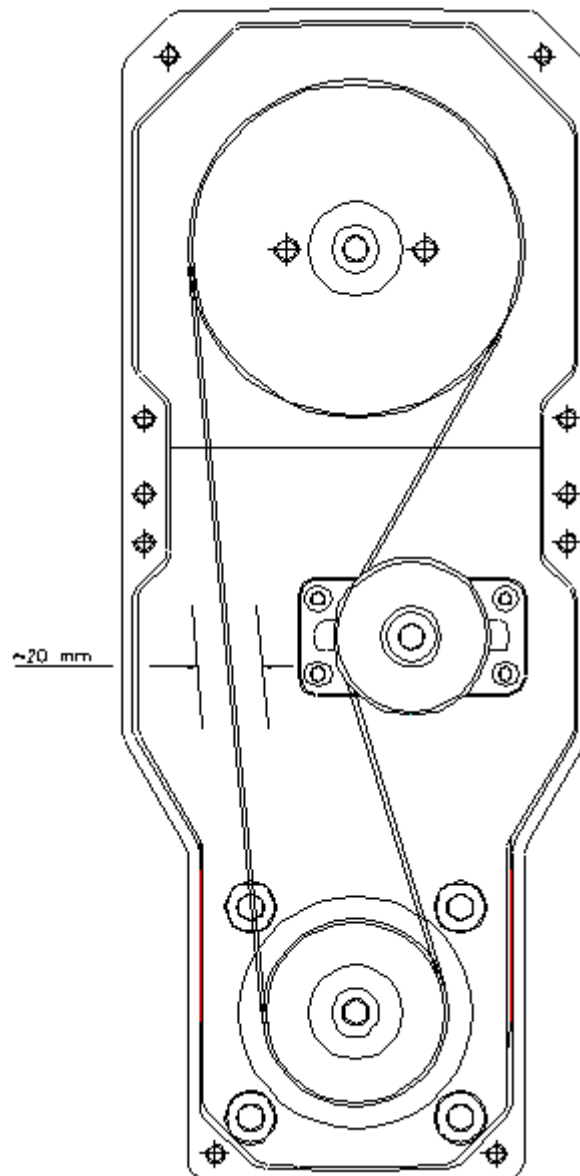

Fig. 16.
1. Remspänningen får ej vara för hård. För spännhjulet med ett lätt tryck mot kuggremmen och lås fast spännhjulet med skruven i centrum. Efter remspänningen skall kuggremmen med ett lätt tryck slacka ca 20 mm. Se Fig. 16.